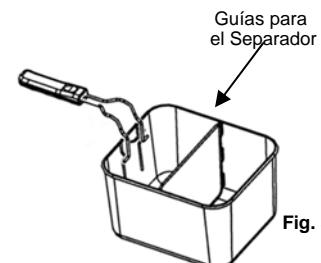

Fig. 5
- Coloque el separador en las guías de la canasta grande. (Fig. 5)